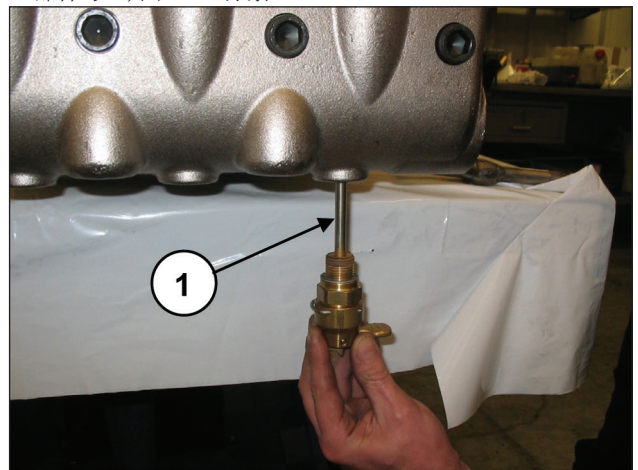
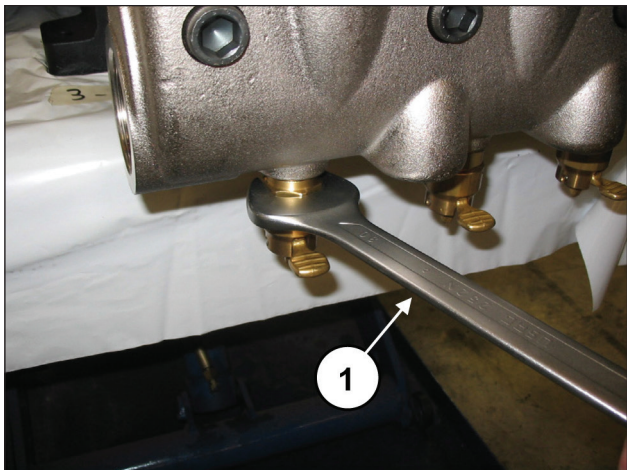

图119
图120
利用扭力扳手调节盖子的螺丝M16x55，如第3章所述。安装阀门打开装置（①，图119）并通过30毫米扳手（部件号①，图120）拧紧。